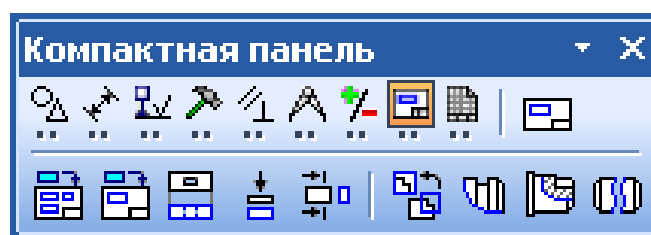

Рис. 3.2.19: Інструментальна панель **Асоціативные виды**
В системі КОМПАС-3D є можливість автоматичного створення асоціативних креслень створених і збережених в пам'яті тривимірних деталей. Всі види такого креслення пов'язані з моделлю: зміни в моделі приводять до зміни зображення в асоціативному вигляді. Для побудови таких креслень використовуються кнопки інструментальної панелі **Асоціативные виды** (рис. 3.2.19).
Побудуємо асоціативний вигляд по стрілці за допомогою кнопки **Вид по стрелке** , розташованій на сторінці **Ассоциативные виды** (рис. 3.2.19).
- За допомогою кнопки  **Местный вид** на сторінці **Ассоциативные виды** (рис. 3.2.19) будуємо місцевий вид, для якого можна вибрати свій масштаб, наприклад, 2:1 за допомогою контекстного меню **редактирования вида** (рис. 3.2.22), яке викликається клацанням правою кнопкою миші на виділеному виді. При зміні масштабу слід змінити позначення місцевого виду: А (2:1) (дивитись рис. 3.2.27).